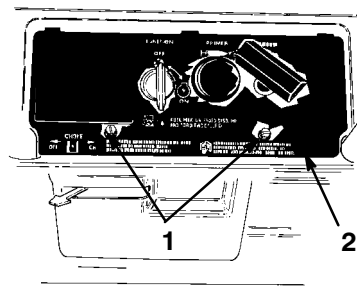

Bild 12
3. Lockern Sie die beiden Schrauben, mit denen das Instrumentarium am Gehäuse befestigt ist (Bild 12).
1. Lockern Sie die beiden Schrauben, mit denen das Instrumentarium am Gehäuse befestigt ist (Bild 12).